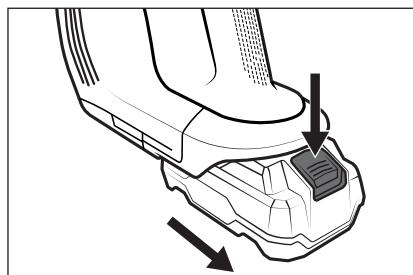

Fig. 13
- ♦ For at fjerne batteriet fra produktet, skal du trykke på oplåsningsknappen til batteriet og tage batteriet ud af produktet (se fig. 13).